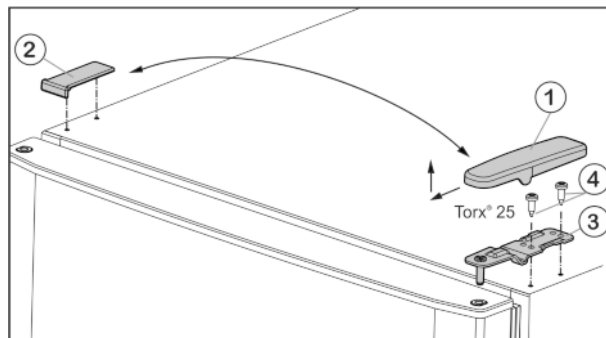

Fig. 4
- ▶ Потяните крышку Fig. 4 (1) вперед и вверх.
- ▶ Снимите крышку Fig. 4 (2).
- ▶ Открутите верхний опорный кронштейн Fig. 4 (3) (2 шт. Torx® 25) Fig. 4 (4) и вытяните вверх.
- ▶ Установите верхний опорный кронштейн Fig. 4 (3) на новую сторону шарнира и защелкните в дверце.
- ▶ Привинтите верхний опорный кронштейн (**с моментом 4 Нм**) (2 шт. Torx® 25) Fig. 4 (4). При необходимости сделайте отверстия или используйте аккумуляторную отвертку.
- ▶ Наденьте и защелкните крышку Fig. 4 (1) на противоположной стороне снаружи.
- ▶ Также наденьте сверху и защелкните крышку Fig. 4 (2) на противоположной стороне.